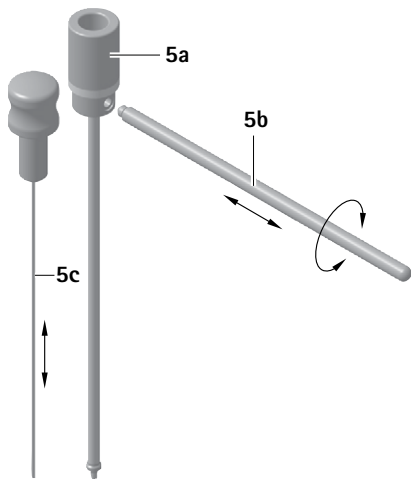

Fig. 1
- Insertar el empujador de impacto 5c en el tubo de mira 5a, ver Fig. 1.